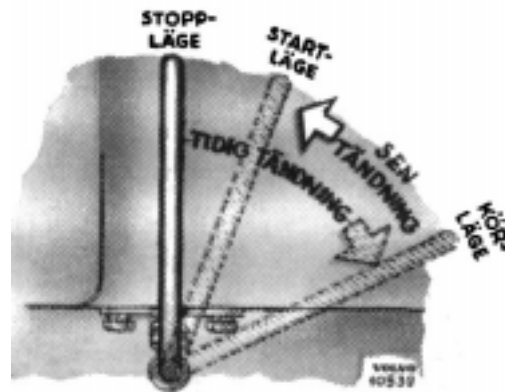

Bild 3. Tändnings- och stoppreglagets lägen.
Tändningsinställningen kan regleras, genom att detta handtag inställes i olika lägen. då handtaget vrides åt höger erhåller man tidig tändning och då det vrides åt vänster sen tändning (se bild 3). För att underlätta igångsättningen bör man vid starten ställa in tändningen på
sen tändning, dock ej på stoppläge. Sedan motorn fått gå, tills den blivit genomvarm, ställes handtaget om till tidigare tändning. Se bild 3.
5. Ställ in tändningsreglaget på startläge (se bild 3).